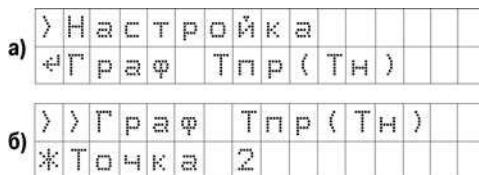

Рисунок 6.1 – Примеры индикации подпунктов меню
- Символ «» (перед названием пункта) указывает на то, что пункт является ветвью (рисунок 6.1, а);
- Символ «\*» (перед названием пункта) указывает на то, что пункт является параметром (рисунок 6.1, б);